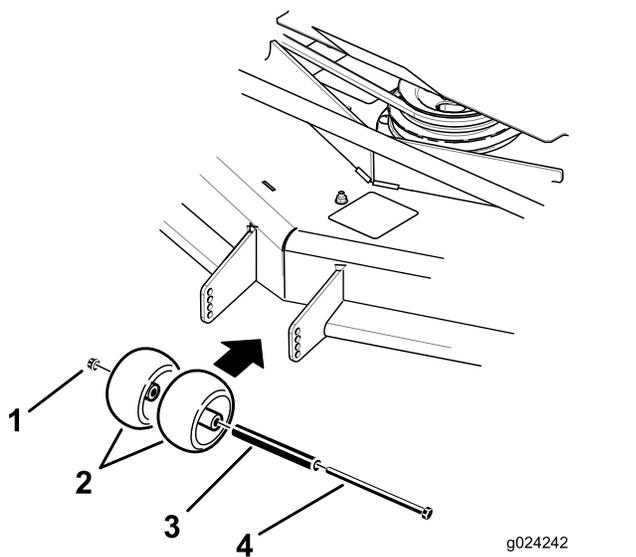
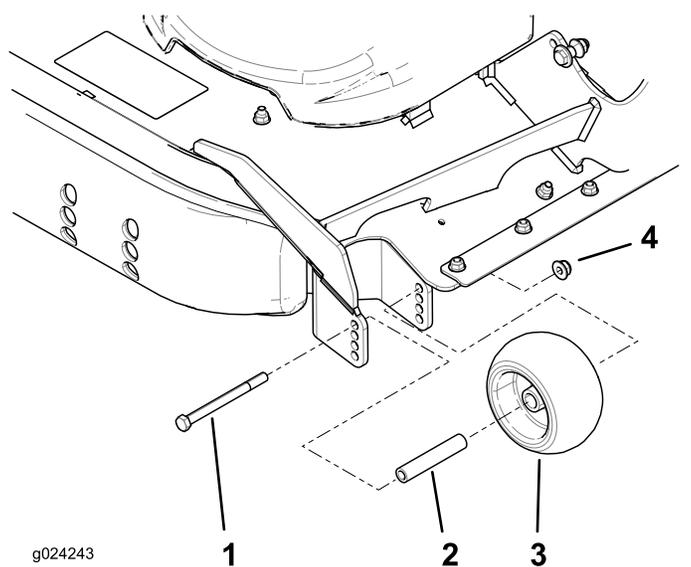

Рисунок 35
Рисунок 36
3. Отрегулируйте защитные валики, как показано на Рисунок 35 и Рисунок 36.